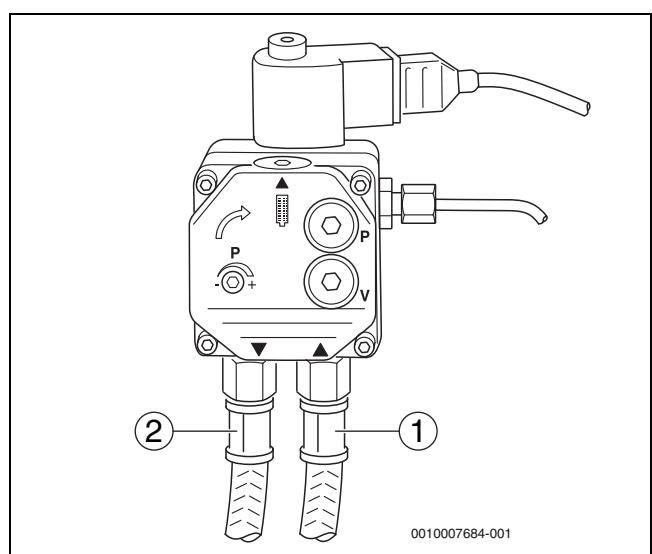

Bild 18 Ölfilterpumpe – Danfoss
- ▶ Darauf achten, dass beim Anschließen der Ölversorgungseinrichtung Ölansaug- und Rücklaufleitung nicht vertauscht werden (→ Bild 18 und 19).